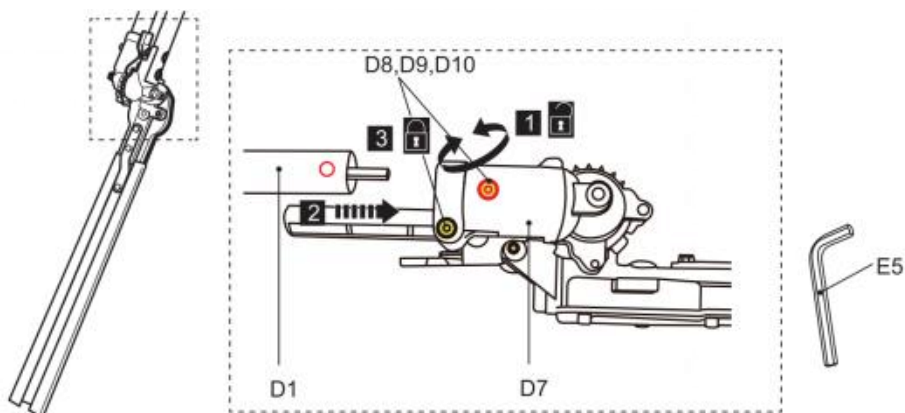

Fig. 20
1) Odkręć śruby (D8) za pomocą narzędzia (E5), aż dolny słupek (D1) będzie można wsunąć do podpory (D7) (rys. 20, krok 1). Nie wyjmuj śrub (D8), podkładek sprężynowych (D9) i podkładek (D10) ze podpory (D7).
2) Wyrównaj i wsuń dolny słupek (D1) do wspornika (D7) ruchem obrotowym do oporu, aż otwór montażowy zrówna się ze śrubą. Użyj strzałki, aby ułatwić wyrównanie. (Rys. 20, krok 2).
3) Dokręć śruby (D8), aby zabezpieczyć dolny słupek w odpowiedniej pozycji (rys. 20, krok 3).